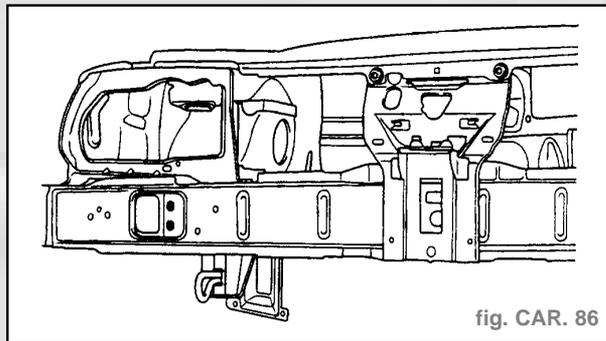

fig. CAR. 86
Soudure (fig. CAR. 86)
**Soudure** (fig. CAR. 86)